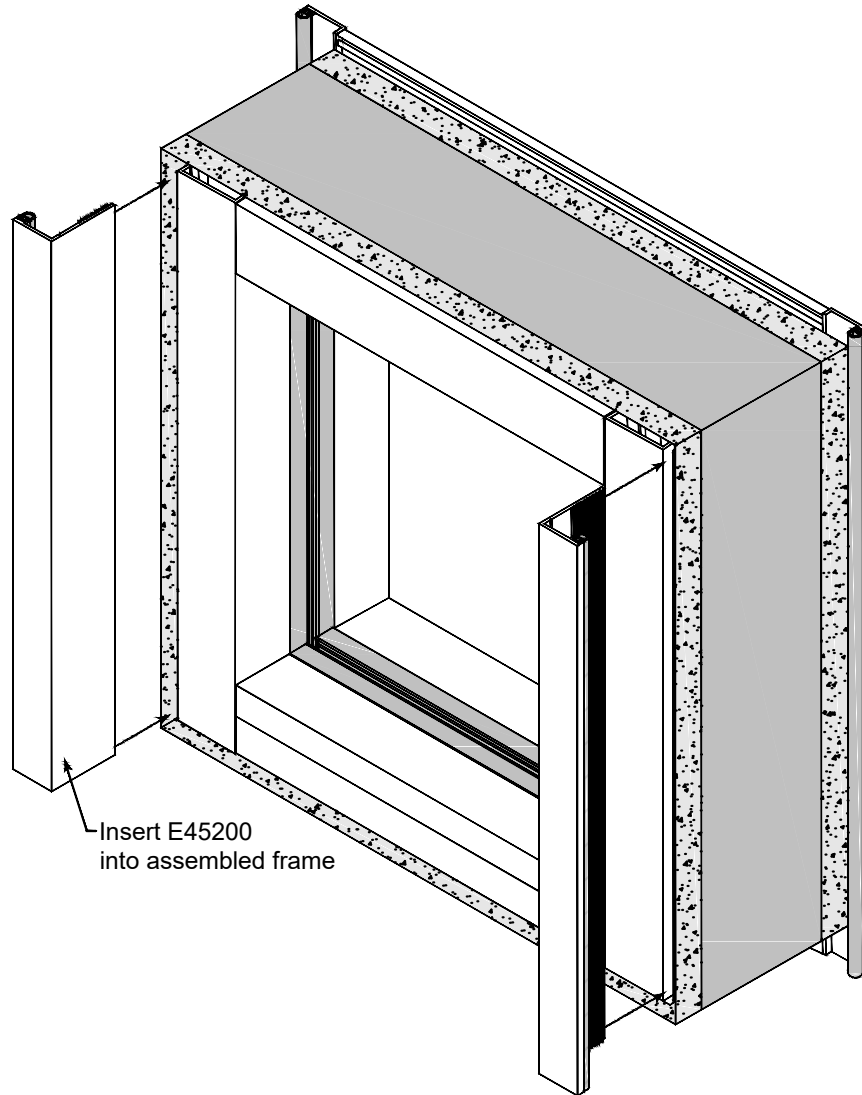
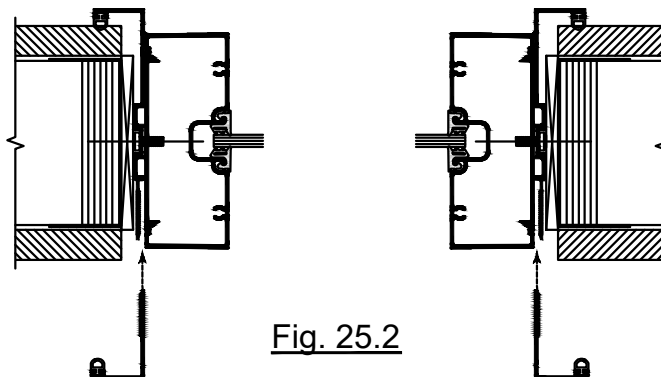

Fig. 25.1
Fig. 25.2
A. Insert E45200 into E45201. SEE Fig. 25.1 & Fig. 25.2